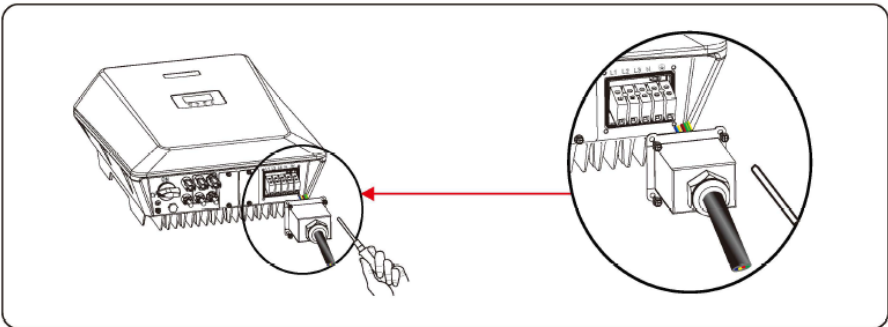

Figura 5.8 Apriete de la tapa del cableado de CA
**Paso 5** Alineando con la posición del orificio en la tapa del terminal de CA, utilice una llave dinamométrica para apretar el tapón de cierre a un par de 1,2 Nm, como se muestra en la figura 5.8.
**Paso 6** Utilice una llave dinamométrica para apretar el tapón de cierre del cable de CA a un par de 5 Nm, como se muestra en la figura 5.8.